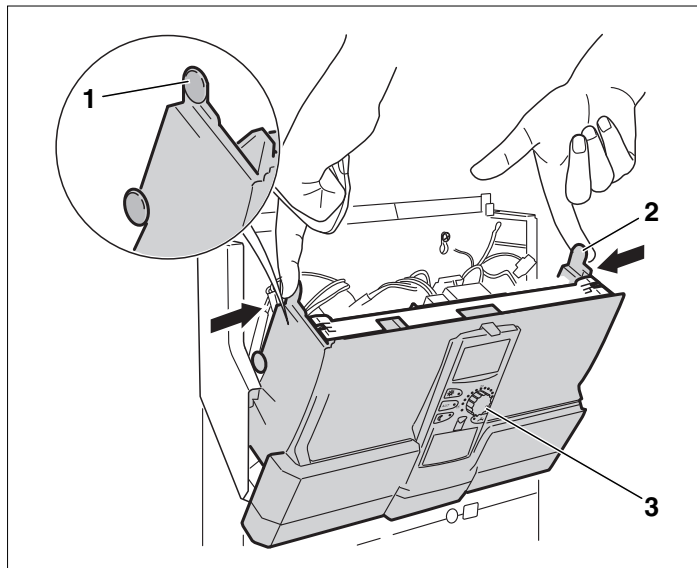

Рис. 3 Открыть переднюю крышку системы управления
- Нажмите с двух сторон на верхние выступы (→ Рис. 3, [1] и [2]).
- Наклоните вперед переднюю часть системы управления вместе с MEC2 (→ Рис. 3, [3]).